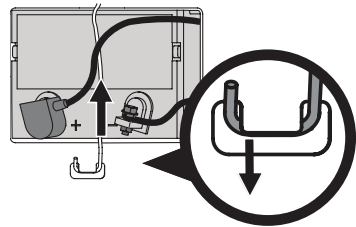

Figure 12
3. Sur l'aide à droite, appuyez sur la tige de retenue en poussant et en sortant l'extrémité courbée de la languette. Faites pivoter la tige de retenue de la batterie vers le haut et retirez la batterie (Figure 12).